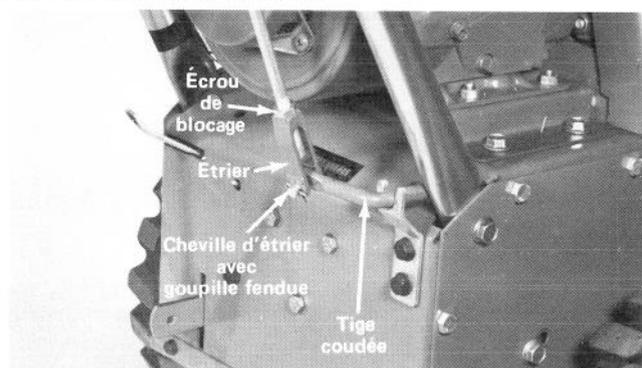

Figure 5
2. Tournez l'étrier au bout de la tige de commande de tarière jusqu'à ce que le trou de l'étrier s'aligne avec le trou de la tige coudée (Fig. 5). Ensuite, réunissez l'étrier et la tige coudée à l'aide de la cheville d'étrier bloquée avec une goupille fendue (Fig. 5).
3. Serrez bien l'écrou de blocage sur le dessus de l'étrier (Fig. 5).